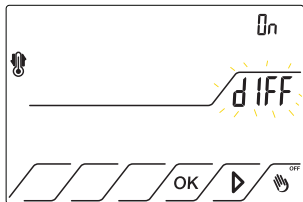

Fig.15
7.1.4 Premere il tasto OK per confermare. Compare la scritta **dIFF** lampeggiante. Lo stato On indica che è attiva la regolazione con differenziale. Fig.15